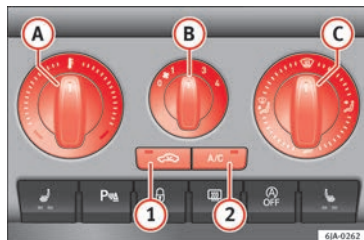

Fig. 171 Aire acondicionado: elementos de manejo.
El sistema de refrigeración funciona solamente si está pulsada la tecla **A/C** **2** » **fig. 171** » pág. 158, cumpliéndose a la vez las siguientes condiciones:
- La temperatura aumenta girando el mando **A** » **fig. 171** hacia la derecha.
- Conecte el ventilador girando el mando **B** » **fig. 171** a las posiciones de 1 hasta 4.
- Girando el mando **C** » **fig. 171** se ajusta el acceso de aire a los respectivos difusores » pág. 156.
- Pulse la tecla **A/C** **2** » **fig. 171** y el testigo de dentro de la tecla se ilumina.
Si el rotativo **C** » **fig. 171** está en posición de deshielo, la trampilla de recirculación estará siempre abierta (indicador luminoso apagado).
- Pulse la tecla **1** » **fig. 171**, el testigo de la tecla se ilumina indicando que se ha activado la recirculación del aire interior del habitáculo.